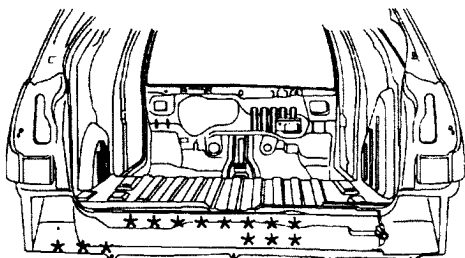

fig. CAR. 272
- Découper par fraisage des points (fig. CAR. 272, 273 et 274).